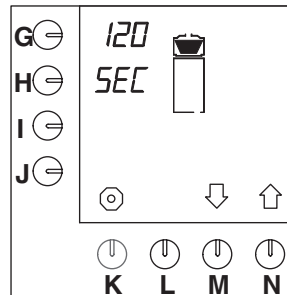

Fig. 36 Nadruppeltijd
- Druk op selectietoets (N.)↑ tot fig. 36 in het display verschijnt.